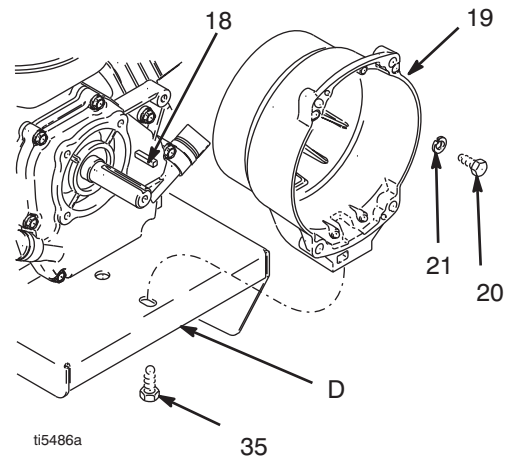

FIG. 11
1. FIG. 11. Skruva bort fyra bultar (20) och låsbrickor (21) som fäster kopplingshuset (19) till motorn.
2. Skruva ur bulten (35) från undersidan av fästplattan (D).
3. Dra av kopplingshuset (19).
1. FIG. 11. Tryck på kopplingshuset (19).
2. Skruva i fyra bultar (20) och låsbrickor (21) och fäst kopplingshuset (19) på motorn. Dra åt till moment 22,6 N·m.
3. Skruva åt skruven (35) från undersidan av fästplattan (D). Dra åt till moment 35,2 N·m.